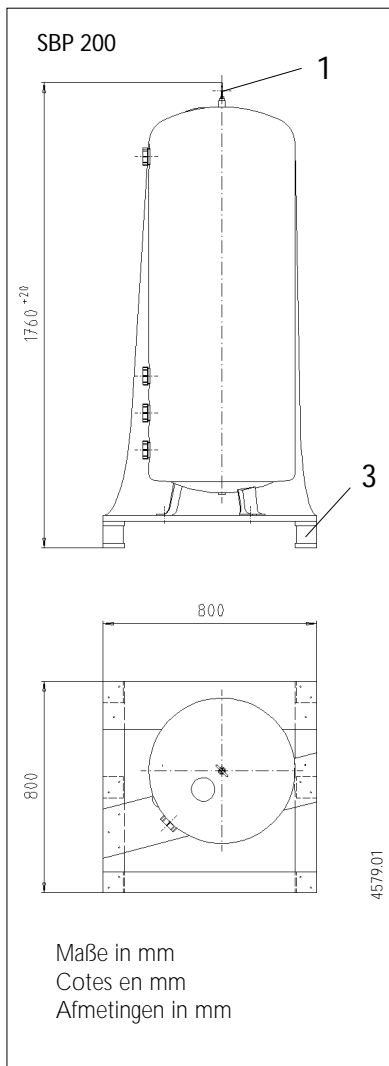

Abb. 4 / Fig. 4 / Afb. 4
Die Transporteinheit –Speicherbehälter mit Verpackung– kann stehend, liegend oder hängend (Transportöse Pos 1 in Abb. 4 und 5) transportiert werden.
Bei Schräglage der Transporteinheit, z.B. auf der Kellerterrasse, muß sich die Bodenpalette (Pos. 3 in Abb. 4 und 5) unten befinden.
L'unité de transport - réservoir tampon et emballage - peut être transportée debout, couchée ou suspendue (anneaux de transport pos. 1, Fig. 4 et 5).
Pour une manutention couchée, la palette (pos.3 Fig. 4 et 5) doit se trouver sous l'unité de transport.
De transporteenheid -voorraadreservoir met verpakking- kan staand, liggend of hangend (hijsoog Pos. 1 in Afb. 4 en 5) worden getransporteerd.
Bij een schuine stand van de transporteenheid, b.v. op de keldertrap, moet zich de pallet (Pos. 3 in Afb. 4 en 5) aan de onderkant bevinden.
Enlever le film protecteur et retirer le réservoir de la palette (pos.3, Fig. 4).
De stretchfolie verwijderen en het voorraadreservoir van de pallet afnemen (Pos. 3 in Afb. 4).